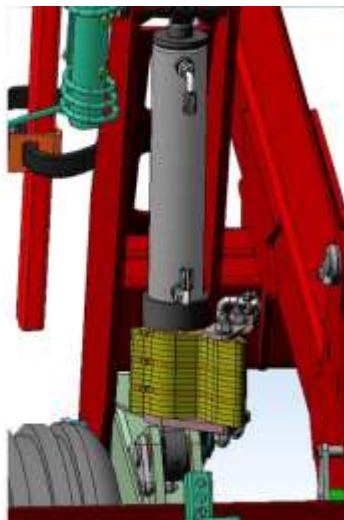

Рисунок 7 – Упор в транспортном положении
3.8 При транспортировании по дорогам на штоках цилиндров опорных колес должны быть установлены упоры рис.7. Упор представляет собой